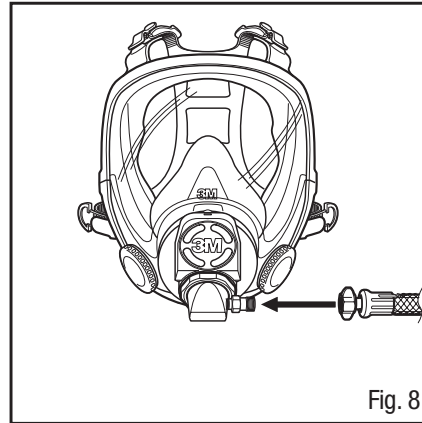

Fig. 8
2. Raccorder le tuyau de respiration W-3188 3M^{MC} à l'adaptateur (Fig. 8).
3. Raccorder le tuyau de respiration W-3188 3M^{MC} à la soupape de régulation d'air (Fig. 8).